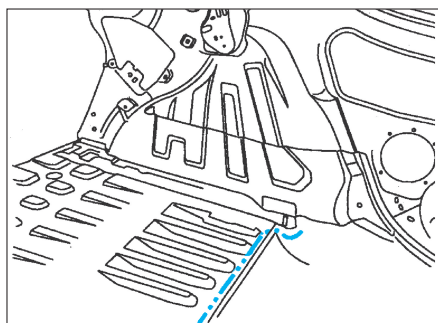

FIG. 149
- Tracer puis découper le plancher à l'aide d'une meule épaisseur 1 mm (coupe provisoire) (Fig.149).